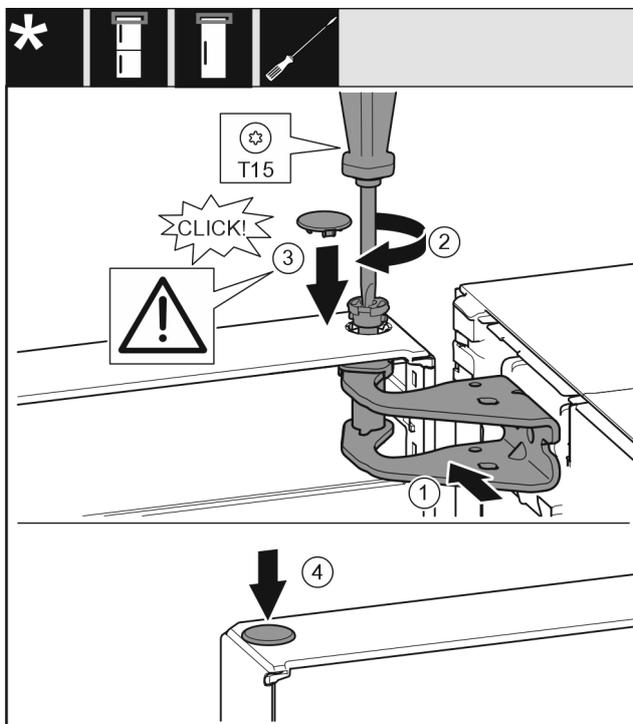

Fig. 17
- ▶ Tür oben zur Öffnung im Lagerbock ausrichten. Fig. 17 (1)
- ▶ Bolzen einsetzen und mit Schraubendreher T15 festschrauben. Fig. 17 (2)
- ▶ Sicherungsabdeckung zur Sicherung der Tür montieren: Sicherungsabdeckung einsetzen und kontrollieren ob sie auf der Tür aufliegt. Ansonsten Bolzen vollständig einsetzen. Fig. 17 (3)
- ▶ Stopfen einsetzen. Fig. 17 (4)